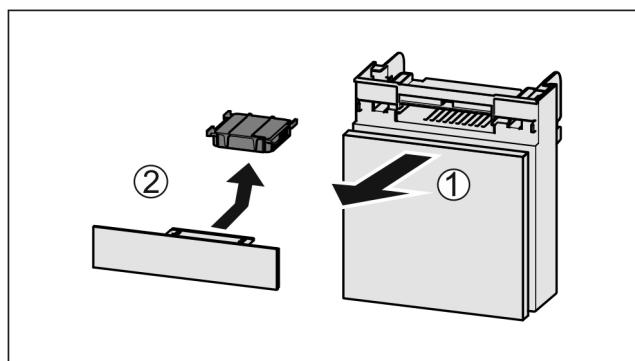

Fig. 172
- Predal izvlecite Fig. 172 (1) naprej.
- Odstranite Fig. 172 (2) aktivni ogleni filter.